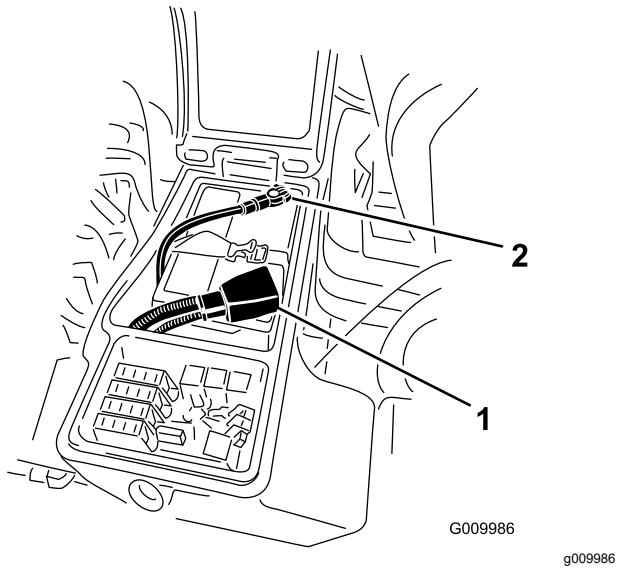

Figure 66
- Débranchez le câble négatif (noir) de la borne négative (-), puis le câble positif (rouge) de la borne positive (+) de la batterie (Figure 66).
- Raccordez le câble positif (rouge) de la batterie à la borne positive (+) et le câble négatif (noir) à la borne négative (-) (Figure 66).